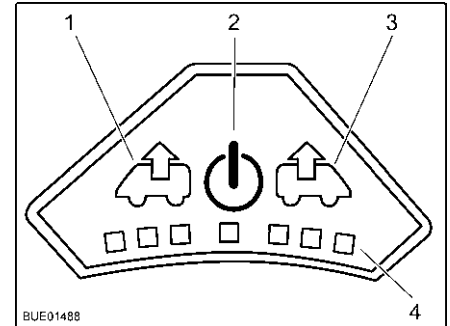

Fig. 95 Cuadro de mando del ventilador
Conectar: ■ Pulsar la tecla On/Off (Fig. 95,2). El ventilador funciona en el modo confort (extracción con la velocidad más baja del ventilador).
Extracción de aire: ■ Para aumentar la velocidad del ventilador: Pulsar la tecla de extracción (Fig. 95,1). La velocidad del ventilador aumenta un nivel en el sentido de extracción de aire. Los LEDs (Fig. 95,4) muestran los niveles de ajuste.
■ Para disminuir la velocidad del ventilador: Pulsar la tecla de ventilación (Fig. 95,3). La velocidad del ventilador disminuye un nivel.
- Para aumentar la velocidad del ventilador: Pulsar la tecla de ventilación (Fig. 95,3). La velocidad del ventilador aumenta un nivel en el sentido de ventilación. Los LEDs (Fig. 95,4) muestran los niveles de ajuste.
- Para disminuir la velocidad del ventilador: Pulsar la tecla de extracción (Fig. 95,1). La velocidad del ventilador disminuye un nivel.
- Pulsar la tecla On/Off (Fig. 95,2). El ventilador se detiene, los LEDs se apagan.